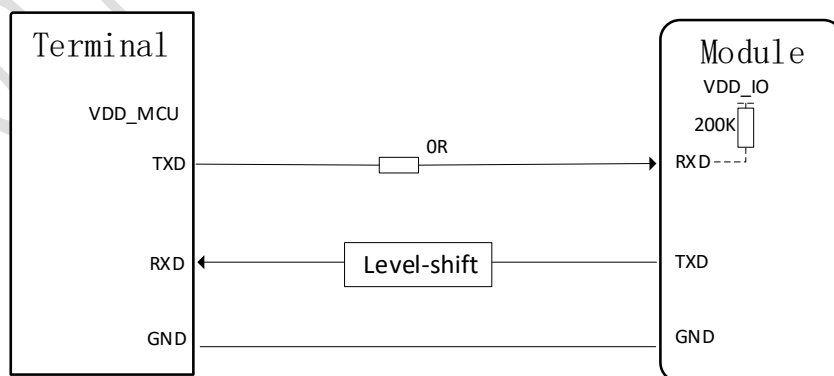

图 3-10 1.8V/3.3V电平转换参考电路
- ◆ 为避免 USIM_DATA 和 USIM_CLK 之间的信号相互串扰，两者布线不能太近，在两条走线之间需增加地屏蔽，同时为了避免走线过长带来的影响，USIM_DATA 一般需要增加电阻上拉到 USIM_VDD，由于模块内部已经内置上拉电阻（阻值 10K）到 USIM_VDD，因此外部可不加（图 3-10 中用虚框标识）。此外，USIM_RST 信号也需要地保护。